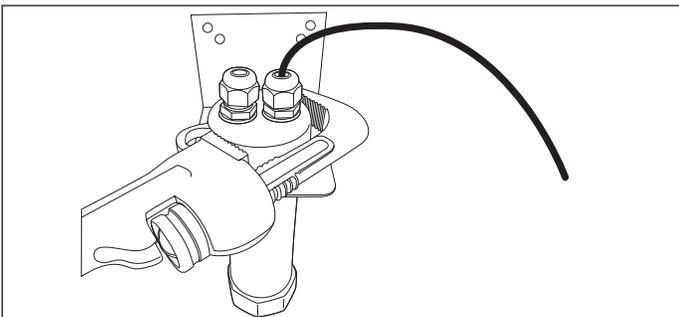

Figure 20-7
3. Serrez, à l'aide de la clé pour tuyau, le capuchon du boîtier de détecteur de carburant (Figure 20-7).